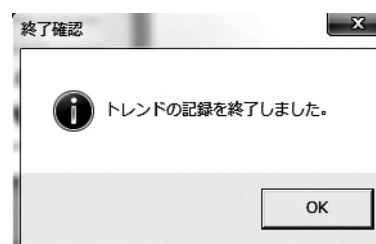

図 9.5.4 メッセージボックス
6. すると、図9.5.4のようなメッセージボックスが表示されます。